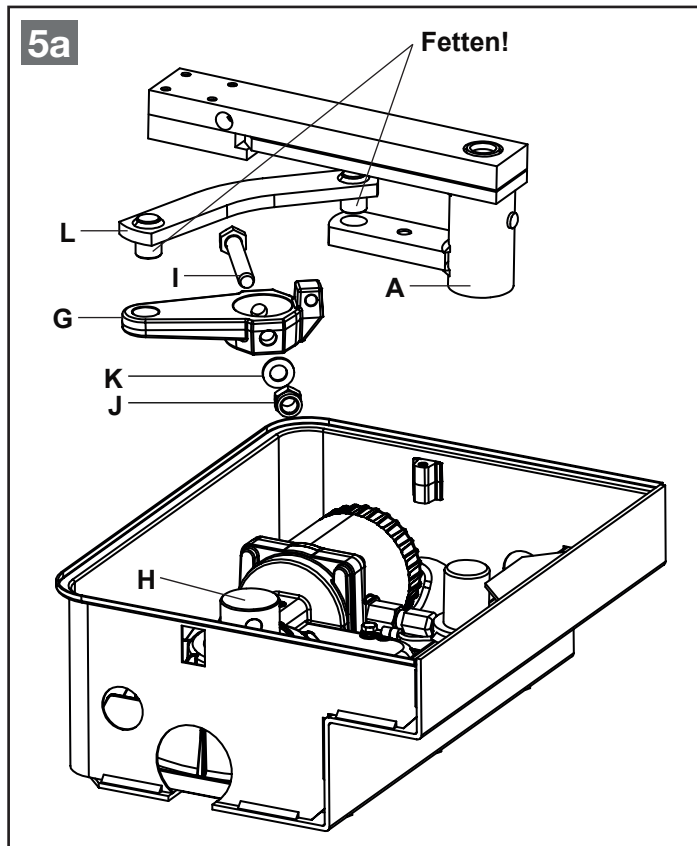

Bild 5a - Montage Hebelarm und Verbindungshebel
Den Hebelarm (G) des Motors auf die Motorwelle (H) stecken und mit der beiliegenden Schraube (I), Stopp-Mutter (J) und Unterlegscheibe (K) befestigen. Den Verbindungshebel (L) zwischen dem Hebelarm (G) und dem Mitnehmer (A) einsetzen. Siehe „Bild 5a - Montage Hebelarm und Verbindungshebel“.